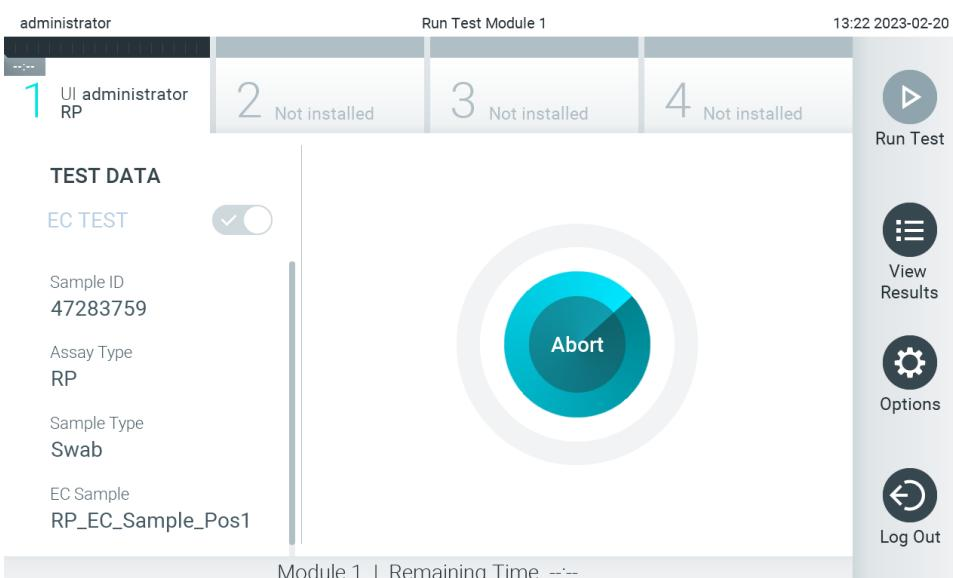

Abbildung 98. Testdurchführung und Anzeige der verbleibenden Laufzeit.
10. Nach dem Erkennen der QIAstat-Dx Assay-Kartusche schließt der QIAstat-Dx Analyzer 2.0 automatisch den Deckel der Kartuschenöffnung und startet den Testlauf. Es ist kein weiterer Bedienereingriff erforderlich. Während der Test läuft, wird die restliche Zeit auf dem Touchscreen angezeigt (Abbildung 98).